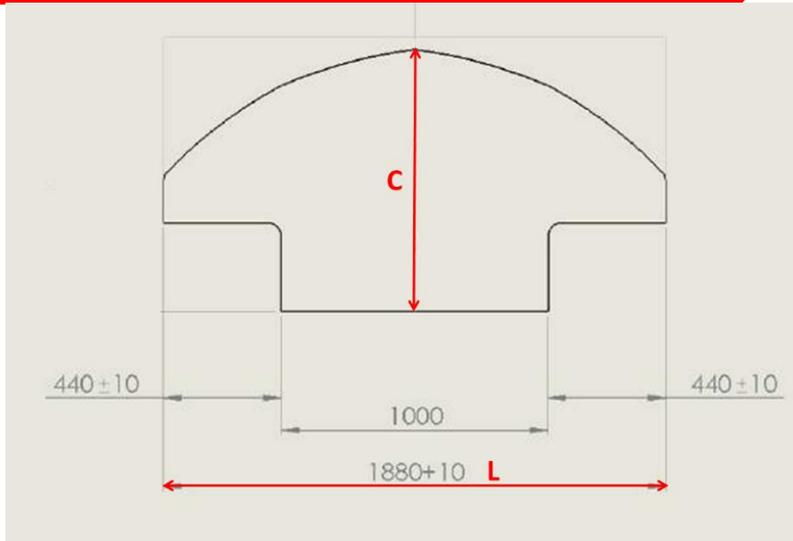

Figura 2
- Largura - L: O Anexo Técnico dos modelos define um parâmetro de mínimo de largura de 1880 mm + 10 mm de tolerância. Este parâmetro será definido dentro de um intervalo medido na parte mais larga do componente de mínimo 1880 mm e máximo de 1890 mm conforme desenho da figura 2. Todos os carros deverão estar dentro destes limites.
- Comprimento - C: O procedimento para realizar as medidas C e D exige a remoção do assoalho central entre o splitter e o tubo do chassi na parede corta fogo. O carro deve ser erguido pelo airjack e calçado por questões de segurança ao acesso do mecânico para a remoção do mesmo. O Anexo Técnico Plataforma define um parâmetro máximo de 1020 mm de comprimento C de splitter para ambos os modelos Corolla e Cruse, como mostrado no desenho da figura 2 e 3 sem tolerância geométrica.